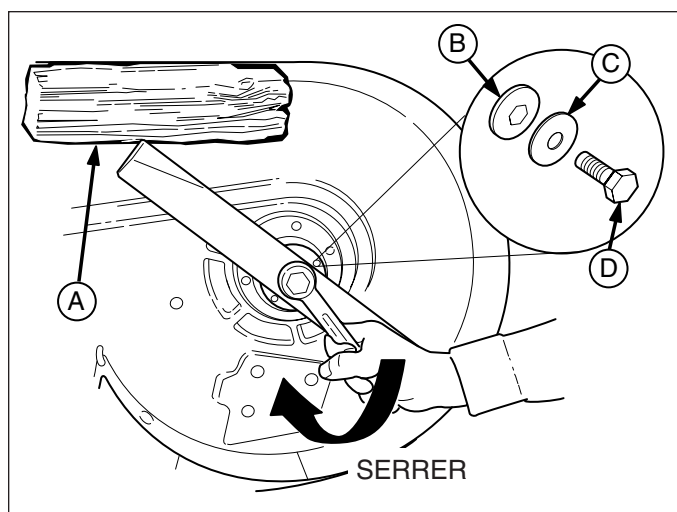

Figure 18. Installation de la lame - Modèles de 97 cm et 112 cm
Modèles de 102 cm : Retirer le boulon de fixation (A, figure 18), la rondelle élastique (F), la rondelle cannelée (G), la goupille de positionnement (E) et la lame (D). Ne pas retirer le raccord de lame (C).
6. Remonter la lame (figures 18 et 19) avec les languettes dirigées vers la tondeuse comme l'indiquent les figures. Remonter la goupille de positionnement (E).
7. **Modèles de 97 cm et 112 cm :** Remonter la rondelle hexagonale (B, figure 18), la rondelle élastique (C) et le boulon de fixation (D). Bloquer la lame avec une cale en bois (A) pour l'empêcher de tourner et serrer le boulon de fixation (D) à 61-75 Nm.